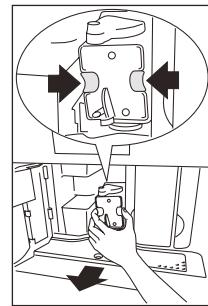

Рис. 39
- ▶ Прижмите две красные кнопки разблокировки внутрь и одновременно вытащите варочную группу наружу (Рис. 39).